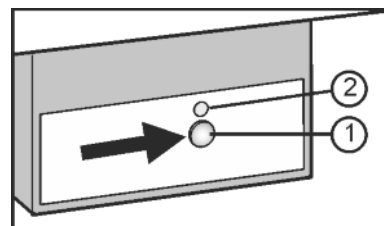

Fig. 22
- ▶ Druk op de toets On/Off Fig. 22 (1), zodat de LEDs Fig. 22 (2) branden.